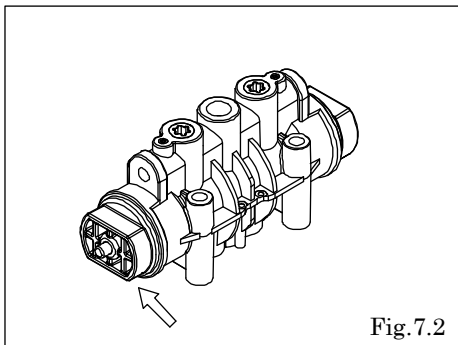

Fig.7.2
- ・モンキーレンチなどでキャップ A を回して取り外し、パッキン、C 型スプール組立を取り外す。[Fig.7.2]